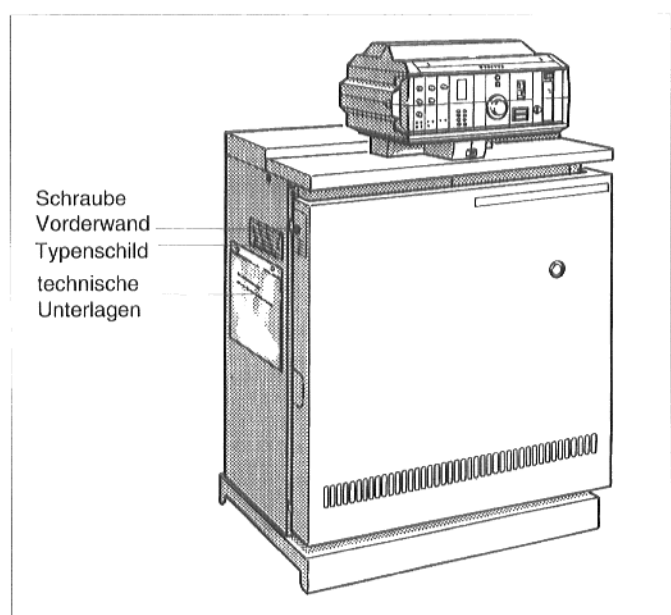

Abb. 13: G224 LP, fertig montiert
- Sicherungsschrauben in der Kesselvorderwand eindrehen (Abb. 13).
- Das Typenschild sowie die Sichttasche mit den technischen Unterlagen (Abb. 13) sollten von der linken auf die rechte Seitenwand montiert werden, wenn sie dort besser sichtbar sind.